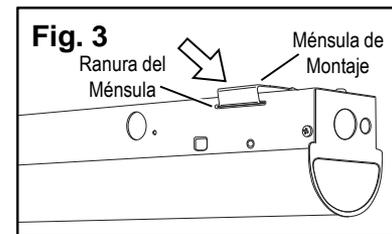

Fig. 3
4. Coloque el **luminario** sobre la **caja de alimentación** y deslice el accesorio de modo que la ménsula de montaje encajen en la ranura del ménsula y quede asegurado al contra el techo. (Fig 3)